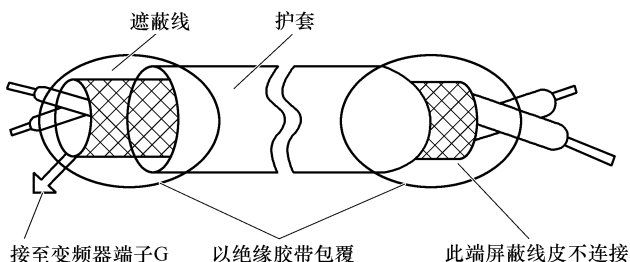

图 13-8 配线用屏蔽隔离绞线
① 控制回路配线必须与主回路控制线或其他高压或大电流动力线分隔及远离, 以避免干扰。
② 控制回路配线端子 F1、F2、FA、FB、FC (接点输出) 必须与其他端子分开配线。
③ 为防止干扰、避免误动作发生, 控制回路配线务必使用屏蔽隔离绞线, 如图 13-8 所示。使用时, 将屏蔽线接至端子 G。配线距离不可超过 50m。